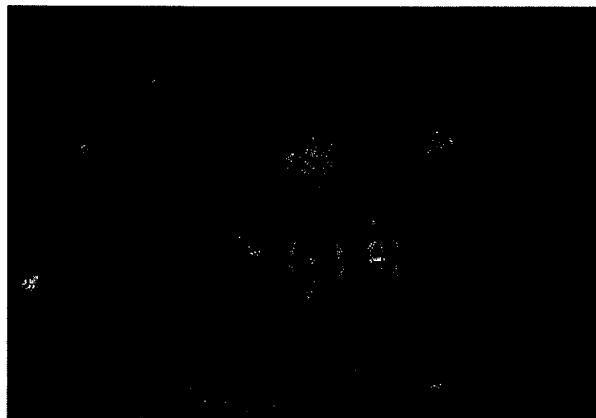

Figure 1
8. Appuyez sur l'un des interrupteurs AV/AR tout en poussant sur le bouton blanc marche arrière. En marche arrière, guidez la machine sur la rampe. Voir figure 1.